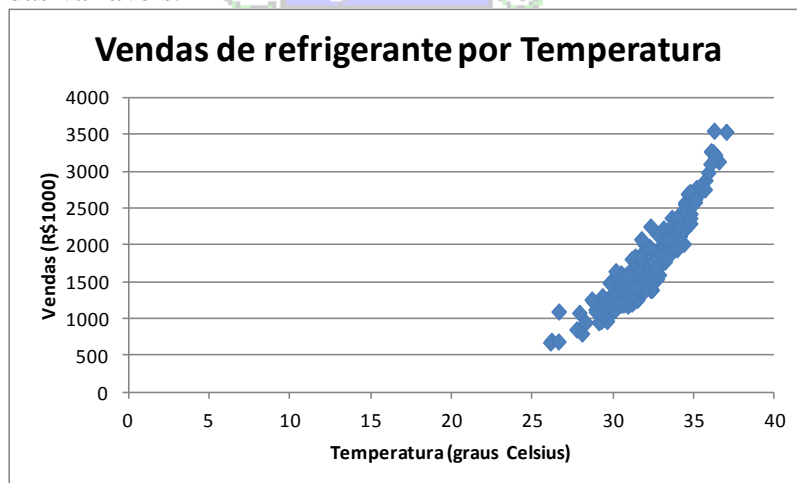
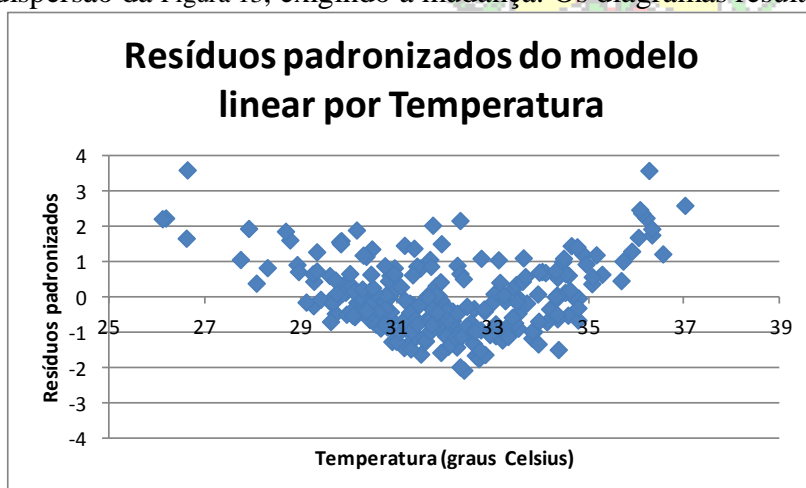
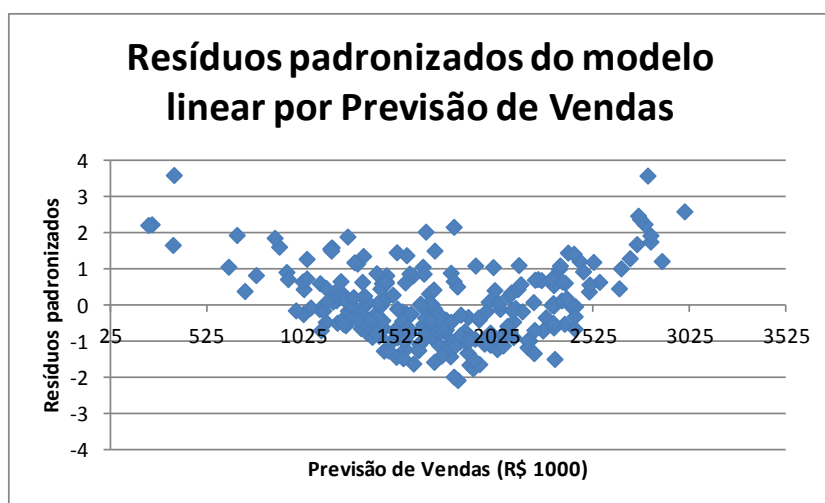

Figura 13 - Diagrama de dispersão de Temperatura x Vendas de refrigerante – 3ª tentativa
Figura 27 - Resíduos padronizados por temperatura - Modelo linear
Figura 28 - Resíduos padronizados por valores previstos - Modelo linear
No eixo vertical escolhemos a posição “Título Girado” e no horizontal “Título Abaixo do Eixo”. Novamente, precisamos selecionar e mudar os títulos, resultando na Figura 13. É crucial que haja referência à escala das variáveis.
Uma vez obtidos os resíduos padronizados podemos fazer a sua análise propriamente dita. Precisamos construir dois diagramas de dispersão dos resíduos: resíduos padronizados em função de X (Temperatura), e resíduos padronizados em função dos valores preditos. O procedimento é semelhante ao visto no item 1, mudando apenas os valores de X e de Y, escrevendo os títulos adequados, e modificando as escalas horizontal e vertical, se necessário. **IMPORTANTE: A ESCALA VERTICAL DEVE SER SIMÉTRICA EM RELAÇÃO A ZERO**; se, por exemplo, o Excel apresentar os resíduos de -2 a +5, devemos mudar a escala para que fique de -5 a +5. Ao fazer o diagrama dos resíduos padronizados da reta para os dados da Figura 26 o Excel apresentará uma escala vertical de -3 a +4, devemos mudá-la para de -4 a +4. No diagrama de resíduos padronizados em função da temperatura o Excel apresentará a escala de 0 a 25, tal como no diagrama de dispersão da Figura 13, exigindo a mudança. Os diagramas resultantes estão na Figura 27 e Figura 28.
Fazendo a análise dos resíduos mostrados na Figura 27.
Fazendo a análise dos resíduos mostrados na Figura 28.